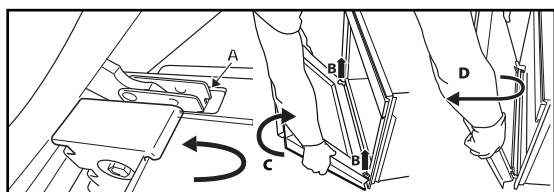

Fig. 2
3. Lukk døren til den blokkeres (A), løft den opp (B) og sving den rundt (C) til den frigjøres (D) (Fig. 2).